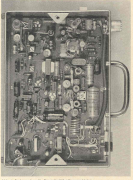

Abb. 1. Radiogerät „Prestige“ (1937) des
1.2.1. Die Schaltung des Empfängers ist in Abb. 1 dargestellt. Der Empfänger ist ein